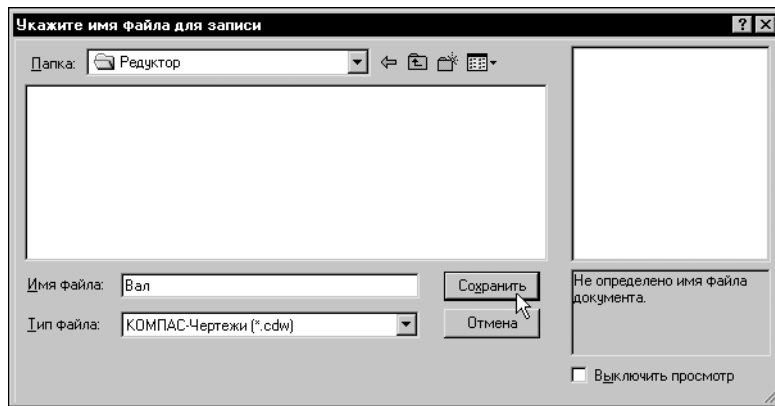

Рис. 5.12. Сохранение файла Вал
10.2. Введите с клавиатуры имя документа *Вал* и нажмите кнопку **Сохранить** (рис. 5.12).